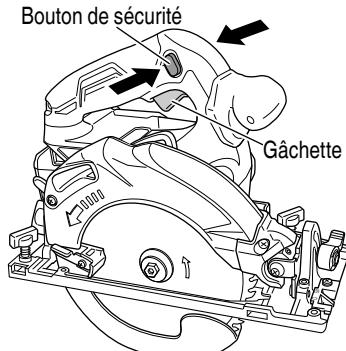

Fig. 20
3. Utilisation du commutateur (Fig. 20)
Il est possible de vérifier la puissance batterie en enclenchant le commutateur pour allumer en rouge le témoin lumineux de puissance batterie. (Fig. 20)